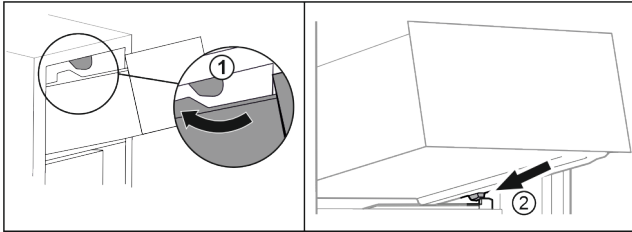

Fig. 94
- ▶ Schubfach um die oberen Stopper herumführen. Fig. 94 (1)
- ▶ Schubfach schräg hinter den unteren Stoppfern auf Behälterrippe aufsetzen. Fig. 94 (2)